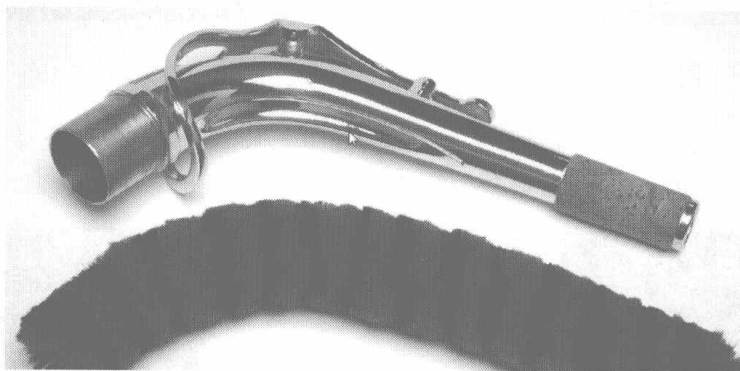
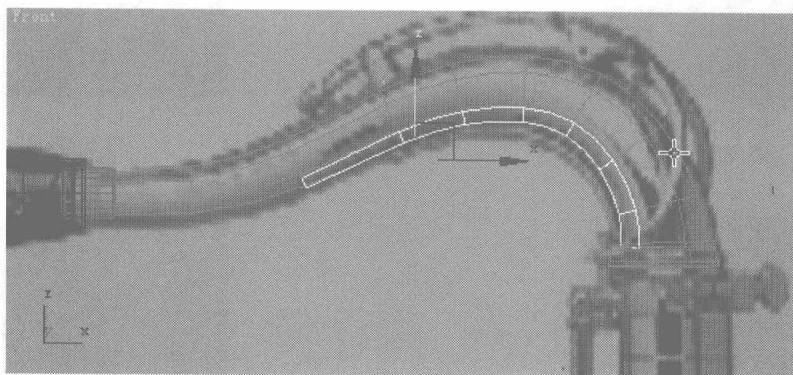

图 2.191
图 2.192
- 10 接下来制作弯管上的一个支撑，如图 2.191 所示。为了使支撑能够与弯管完全贴合，所以选择从弯管上切割的方法。单击工具面板上的 **Edit** 命令按钮，在弹出的快捷菜单中选择 **Clone** 选项，原地复制出所选的弯管。删除多余的面，结果如图 2.192 所示。